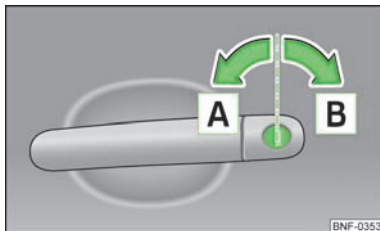

Abb. 10
- › Den Schlüssel im Schließzylinder der Fahrertür in die Fahrtrichtung (Entriegelungsstellung) **A** drehen » Abb. 10.
- › Den Schlüssel im Schließzylinder der Fahrertür entgegen der Fahrtrichtung (Verriegelungsstellung) **B** drehen » Abb. 10.